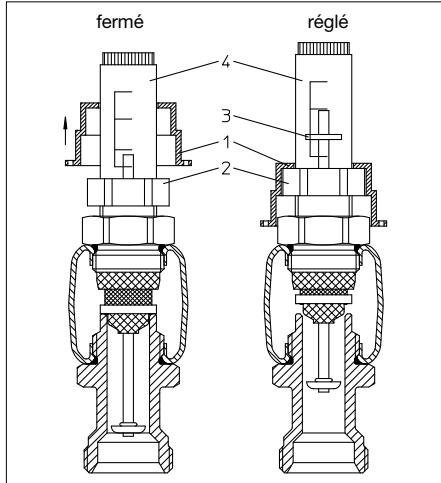

Fig. 7.2: Robinet de réglage
7.2. Réglage des débitmètres (fig. 7.2)